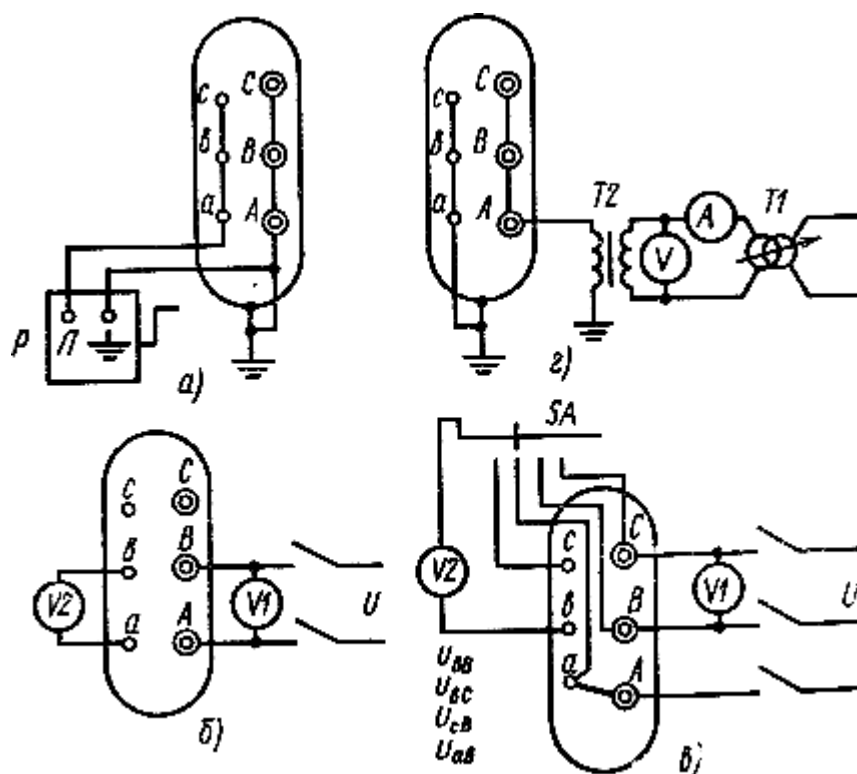

Рис.2. Схемы измерения:
**Измерение сопротивления изоляции обмоток.** Измерения выполняют мегаомметром 1000 В. Для двухобмоточных трансформаторов измеряют сопротивление изоляции между обмоткой ВН и баком при заземленной обмотке НН (рис.2, а); между обмоткой НН и баком при заземленной обмотке ВН; между соединенными между собой обмотками ВН и НН и баком. Сопротивление изоляции при 10 °С должно быть в пределах 800-600 МОм.
**Определение коэффициента трансформации.** Коэффициент трансформации определяют методом двух вольтметров (рис.2, б). На вводы НН подают напряжение порядка 100-400 В. С помощью вольтметров V1 и V2 измеряют поочередно напряжение на всех ступенях напряжения обмоток ВН и НН. Вольтметр V2 присоединяется через трансформатор напряжения. Определяют коэффициент трансформации для всех фаз и ступеней. Допустимое отклонение коэффициента от расчетного должно быть  $\pm 0,5\%$ . отклонение по фазам 1-2 %.
**Определение группы соединения обмоток.** Определение группы выполняют; методом двух вольтметров (рис.2, в) VI и V2. Вводы А и а испытуемого трансформатора соединяют. К одной из обмоток подводят напряжение 220 В и измеряют поочередно напряжения между вводами в - В, в - С и с - В. По измеренным напряжениям и полученным коэффициентам трансформации по справочным таблицам находят группу соединения обмоток.
**Испытание прочности изоляции между обмотками ВН и НН и каждой из них относительно бака** (рис.2, г). С помощью автотрансформатора Т1 (рис.2,г), подключенного к сети переменного тока промышленной частоты 50 Гц, плавно поднимают напряжение трансформатора Т2 до 35 кВ для масляных трансформаторов и 23 кВ для сухих с номинальным напряжением 10 кВ. Если в течение 1 м не наблюдается потрескивания или перекрытия, стрелки вольтметра и амперметра не изменяют своих показаний, плавно снижают напряжение до нуля и считают, что трансформатор выдержал испытания.